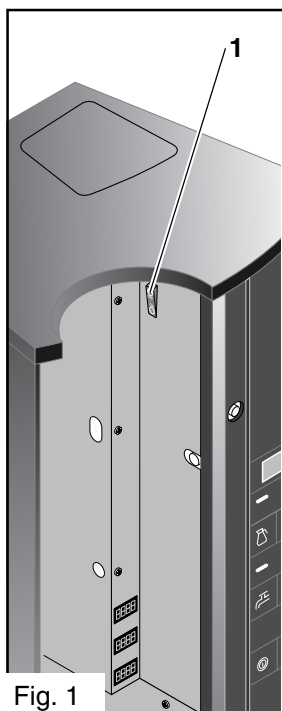

Fig. 1
Voor het begin van de schoonmaakwerkzaamheden, de hoofdschakelaar van de automaat (1) -UIT- schakelen (fig. 1).